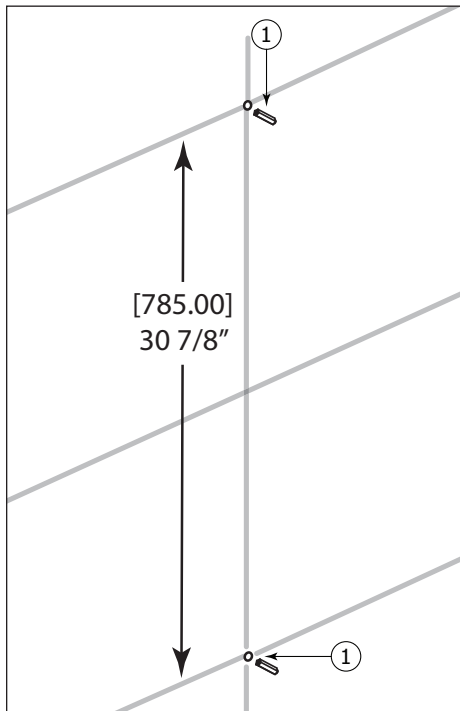

Fig.1
Locate the desired position for the shower rail and the two wall supports. Carefully mark the two support positions on wall. Make sure the distance between both wall supports ($28\frac{7}{16}$ "") is respected and that the shower rail is leveled (fig.1). Drill the two holes with $\frac{7}{32}$ " drill bit. Insert the plastic screw anchors (1) into the holes.
Déterminer la position du rail de douche et des deux supports muraux. Prendre soin de marquer les deux points d'ancrage sur le mur en respectant la distance ($28\frac{7}{16}$ "") entre chaque support et s'assurer que le rail soit de niveau (fig.1). Percer les deux trous dans le mur avec une mèche de $\frac{7}{32}$ ". Insérer les chevilles en plastique (1) dans les trous.